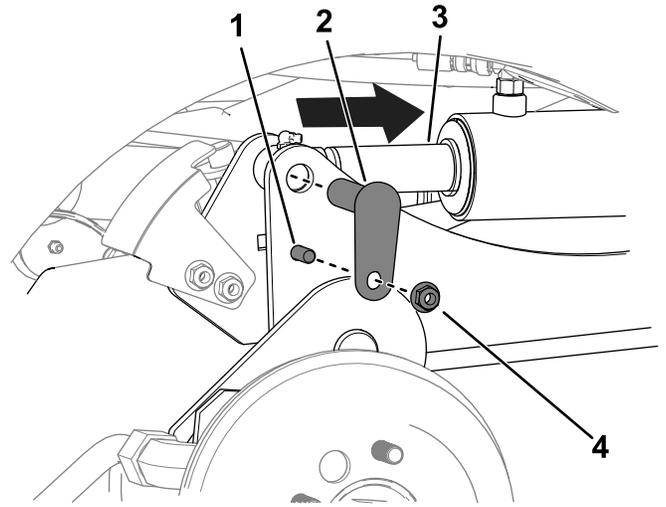

图 11
C. 使用冲头将油缸杆孔与提升臂孔对齐图 11。
D. 用 2 个螺栓  $\frac{3}{8} \times 1\frac{1}{4}$  英寸、2 个螺母  $\frac{3}{8}$  英寸和 2 个小销钉将提升臂固定到油缸上图 11。